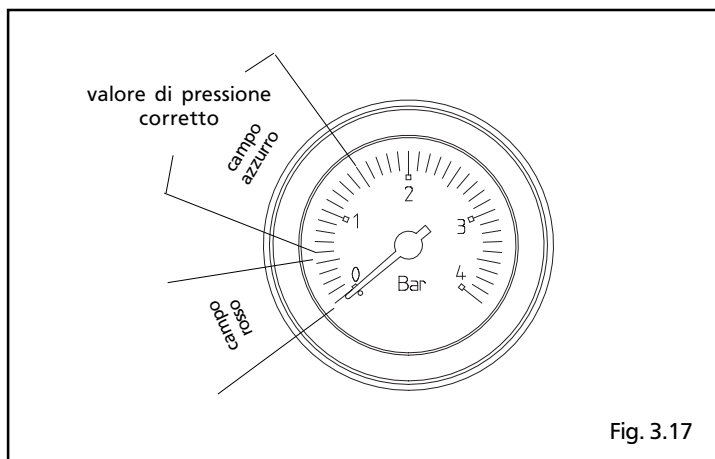

Fig. 3.17
- aprire di due o tre giri il tappo della valvola di sfogo aria automatica (A)
- accertarsi che il rubinetto entrata acqua fredda (B) sia aperto
- aprire il rubinetto di riempimento (C) fino a che la pressione indicata dall'idrometro arrivi a circa 1 bar (campo azzurro) (fig. 3.17).